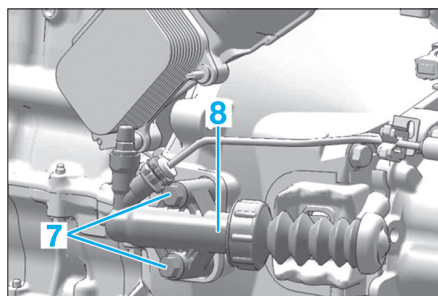

Fig. 3
- Ecarter l'ensemble du faisceau du calculateur (5).
- Déposer le support de batterie (6).
- Déposer les vis (7) (Fig.3), du récepteur d'embrayage.